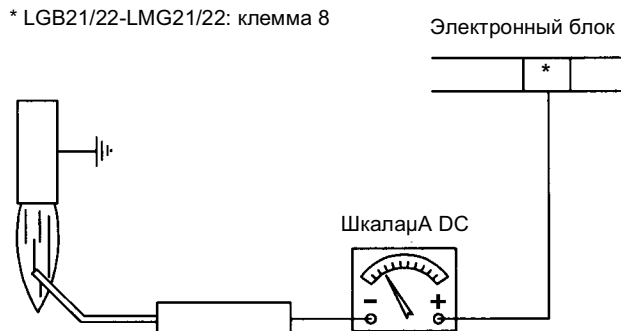

Рис. 15
- В случае сомнения, проверить контур контроля пламени после повторного запуска горелки, согласно схеме на Рис. 15.
Для измерения сигнала контроля пламени следовать схеме на Рис. 15.